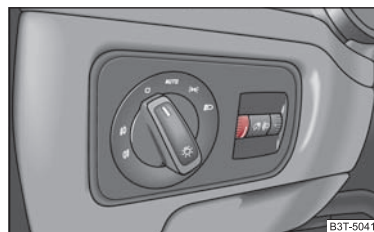

Fig. 49 Cuadro de interruptores: Iluminación de los instrumentos
- Gire el regulador giratorio ⇒ fig. 49 a la intensidad deseada de la iluminación de instrumentos.